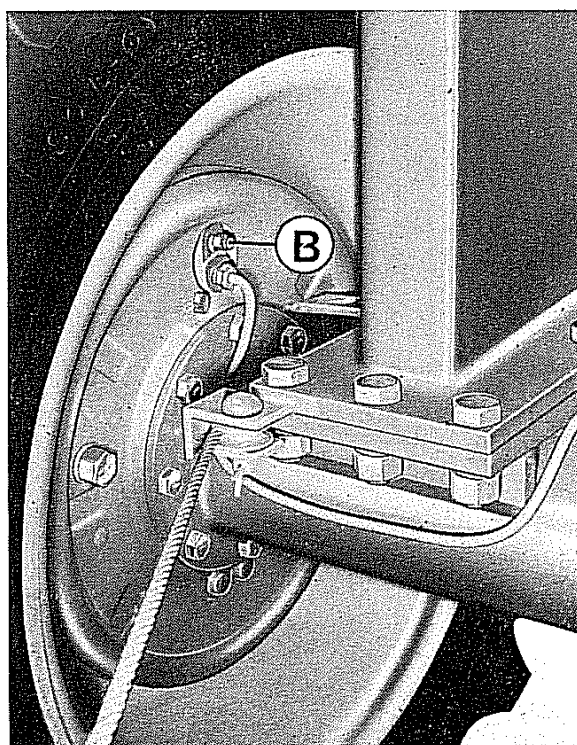

Fig. 28 - Raccordo spurgo aria freni
- Pulire l'estremità del raccordo di spurgo aria **B** (fig. 28) posto su ogni cilindretto, liberando il foro centrale dalle eventuali impurità.